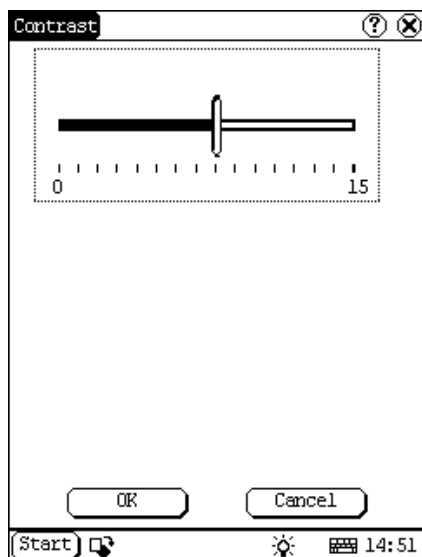

Рисунок 4-41
- 1) В интерфейсе Панель управления нажмите значок контрастности, чтобы открыть интерфейс контрастности. См рисунок 4-41.